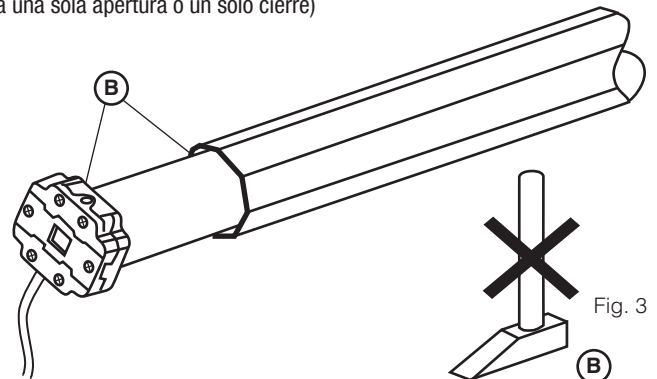

Fig. 3
- Elegir la corona y el adaptador adecuados antes de la instalación, NO introducir el motor dentro del tubo golpeándolo con el martillo (Fig 3)